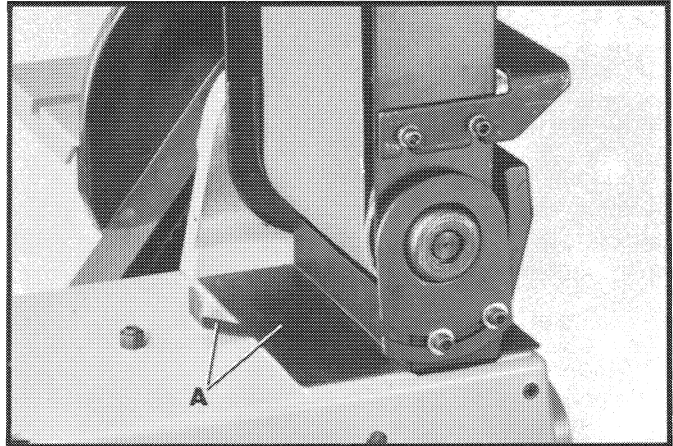

Fig. 37
2. Si está lijando con la correa, tire del escudo guardapolvo (A) Fig. 37 hacia afuera.